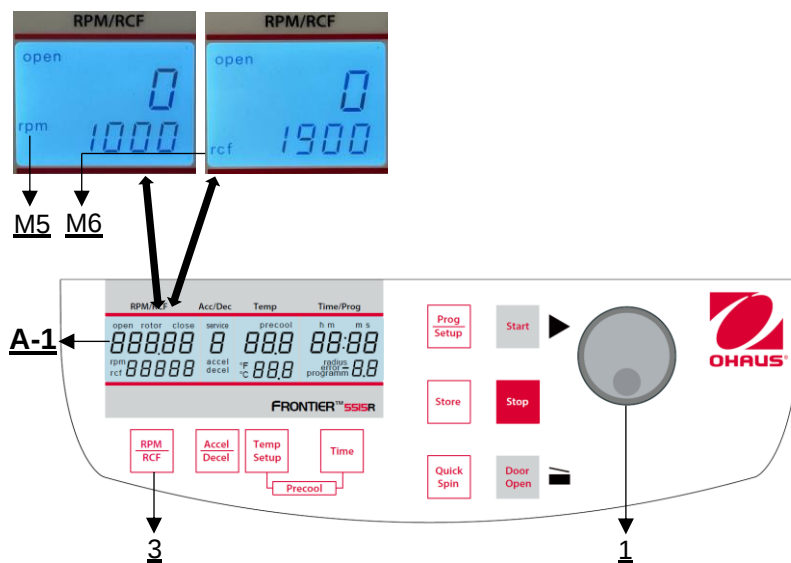

Abbildung 15
Die Vorwahl wird über die Taste **"RPM | RCF"** (3) aktiviert (siehe **Abbildung 15**). Durch einmaliges Drücken der Taste blinkt das Wort **"rpm"** (M5). Durch zweimaliges Drücken der Taste kann die Vorwahl der Fliehkräfte gewählt werden. Dann erscheint das blinkende Wort **"rcf"** (M6). Mit dem Einstellknopf (1) können die gewünschten Werte eingestellt werden. Im Display (A-1) wird der eingestellte Wert permanent angezeigt, vor, während und nach dem Lauf.